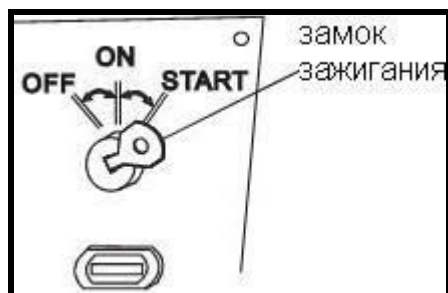

Рис. 8
Б. Поверните ключ зажигания в положение «ПУСК» («START») и удерживайте его в этом положении до запуска двигателя, но не более 5 сек (см. рис.8). Если двигатель не завёлся, переведите ключ в положение «О» («OFF») и повторите попытку запуска. Как только двигатель заведётся, переведите ключ в положение «I» («ON»). После прогрева двигателя (около 2 мин работы), переведите ручку дроссельной заслонки в положение «открыто» (от себя) (см. рис.7).
Переведите ключ зажигания в позицию «О» («OFF») (см. рис.8).
6.2.Замена воздушного фильтрующего элемента:рис.8